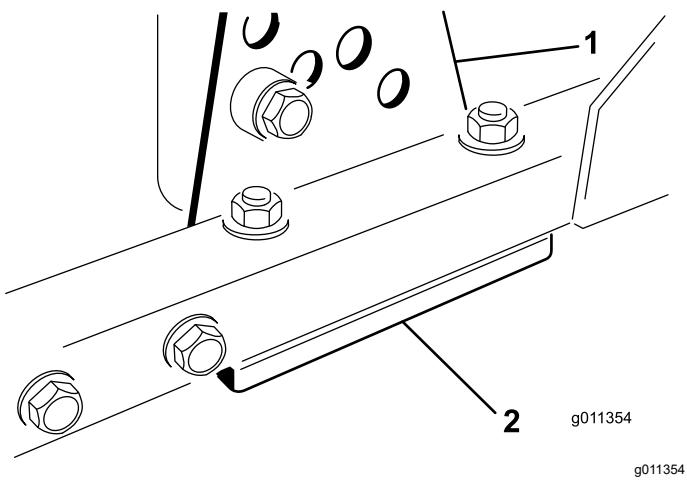

Рисунок 13
- Снимите кронштейн высоты скашивания (передний, левый или правый) с рамы деки (Рисунок 13).
- Установите регулировочные прокладки толщиной 1,5 мм и/или 0,7 мм между рамой деки и кронштейном необходимой настройки высоты (Рисунок 13).